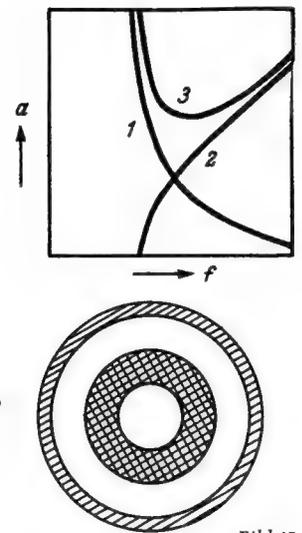

Bild 15
In jüngerer Zeit hat Unger (AEÜ 1956), auf dieser Arbeit basierend, einen Hohlleiter angegeben, der, wie Bild 15 unten zeigt, in seinem Inneren ein dünnwandiges Rohr aus Dielektrikum enthält. Wie im oberen Teil des Bildes gezeigt, haben die Dämpfungskurven des metallischen (1) und des dielektrischen (2) Hohlleiters ganz verschiedenen Verlauf. Durch Kombination beider resultiert eine Dämpfungskurve (3), die über einen gewissen Frequenzbereich annähernd horizontal verläuft, so daß hier Dämpfungsverzerrungen praktisch unterdrückt sind.